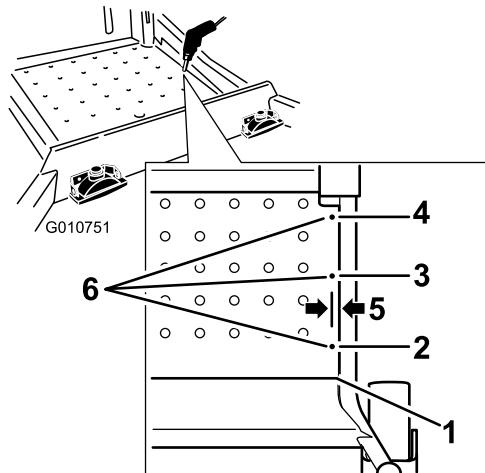

Figura 3
- A. Mida desde el borde delantero de la chapa hacia atrás y marque puntos a 7.62, 22.86 y 38.1 cm (3, 9 y 15 pulgadas) (Figura 3).